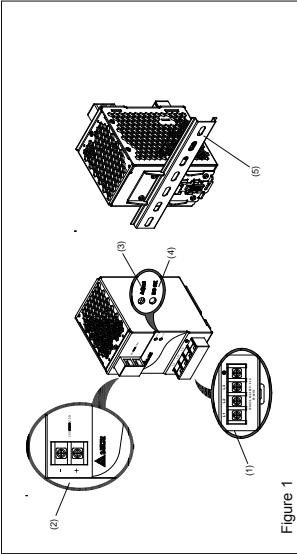

Figure 1
2. **Gerätebeschreibung (Abb. 1)**
2. **Device description (Fig. 1)**